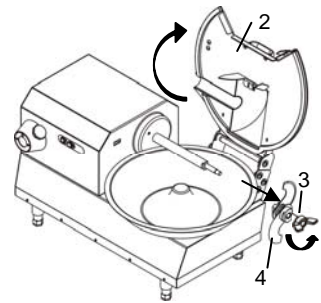

Fig. 6.3.2
- Alzare il coperchio "2" Fig. 6.3.2.
- Svitare la manopola di bloccaggio del mozzo portacoltelli "3" Fig. 6.3.2.
- Sfilare il mozzo portacoltelli "4" Fig. 6.3.2 dall'albero .
- Alzare il coperchio "2" Fig. 6.3.2 e sfilarlo dalla sede.